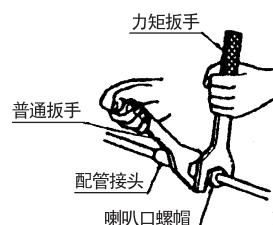

图12
- 装、拆机器的配管时都要如图所示，用两把扳手，一把普通扳手，一把力矩扳手。（请参看图 12）